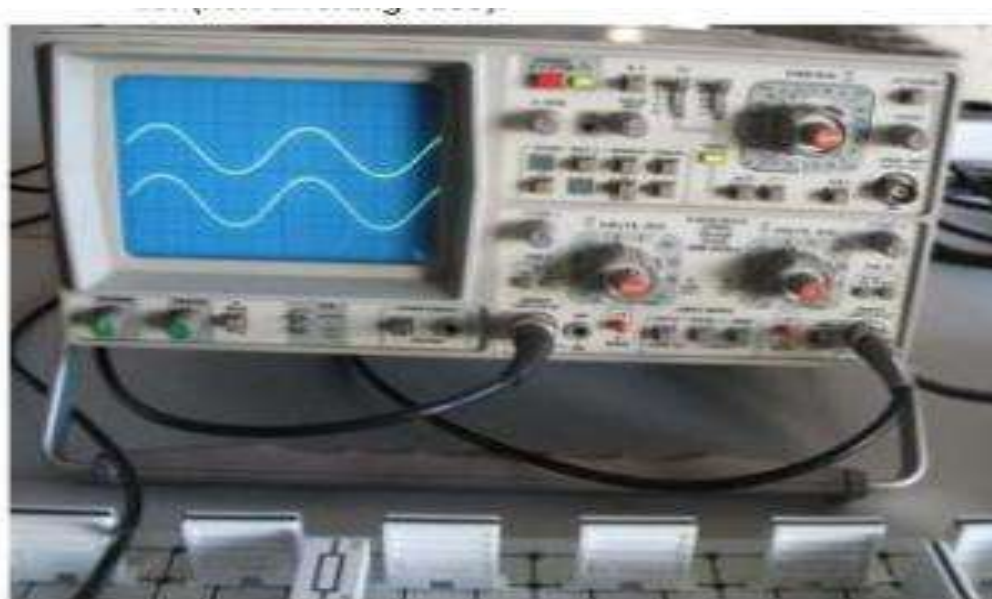

Рис.10.4. Входной(верхний) и выходной (нижний) сигналы операционного усилителя (не инвертирующий операционный усилитель).
- При комбинации резисторов $R_1 = 1$ кОм и $R_2 = 100$ кОм измерьте напряжение U_1 и U_A (рис.10.4).